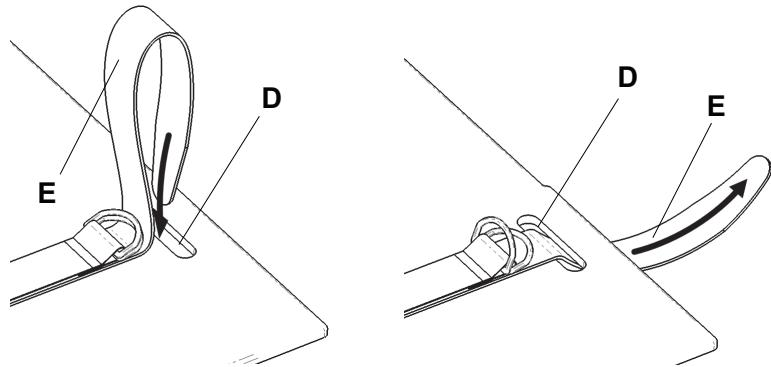

Figure 1 – Insérer les sangles d'arrimage
8. Enfiler la sangle d'arrimage (E) par le trou du relève-buste (D) (Figure 1).